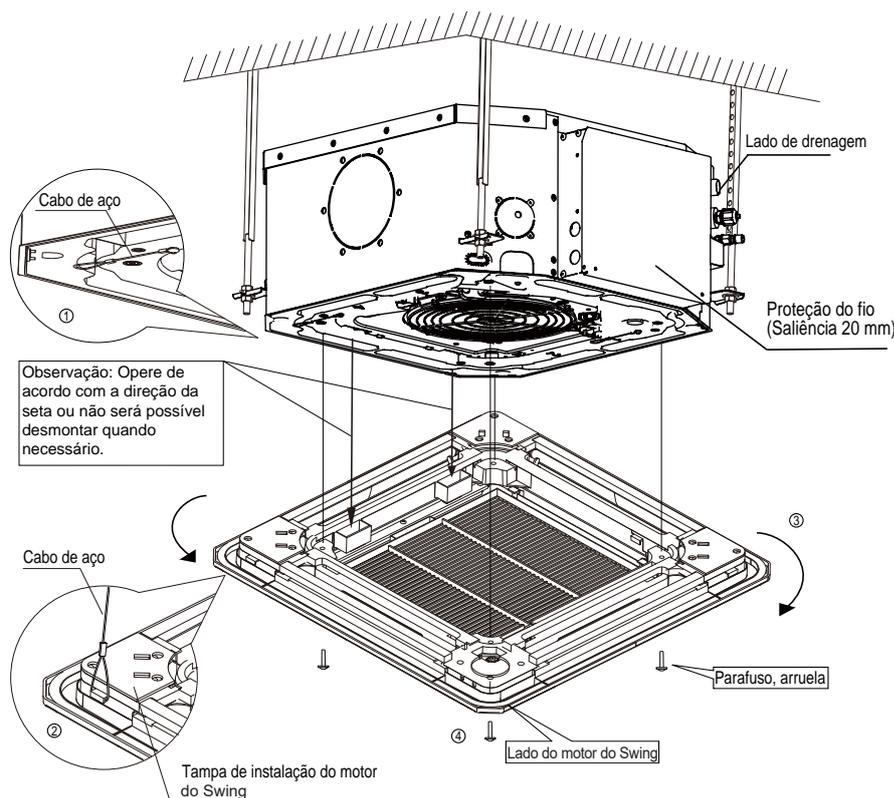

Figura 3.14
1. Alinhe o painel com o corpo da unidade na direção indicada pela seta (Figura 3.14).
2. Ao montar, prenda as duas cordas de aço fixas ao corpo da unidade nos ganchos da tampa de instalação do motor do Swing no painel (consulte (1) e (2) na Figura 3.14).
4. Instale e prenda o painel ao corpo da unidade com parafusos (M5x20) e arruelas (consulte (4) na Figura 3.14). Observe que a tampa de instalação do motor do Swing deve se acomodar dentro da bandeja de drenagem correspondente.
6. Ajuste ligeiramente o painel na direção indicada pela seta (consulte (3) na Figura 3.14) de modo que o centro do painel se alinhe ao centro da abertura do teto. Verifique se os ganchos de todos os quatro cantos estão firmemente no lugar.